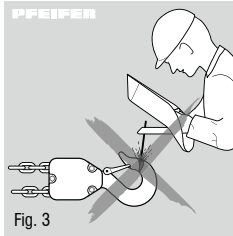

Fig. 3
- Svejsearbejder på krog og lastkæde er forbudt. Lastkæden må ikke benyttes som jordkabel i forbindelse med svejsearbejder (fig. 3).